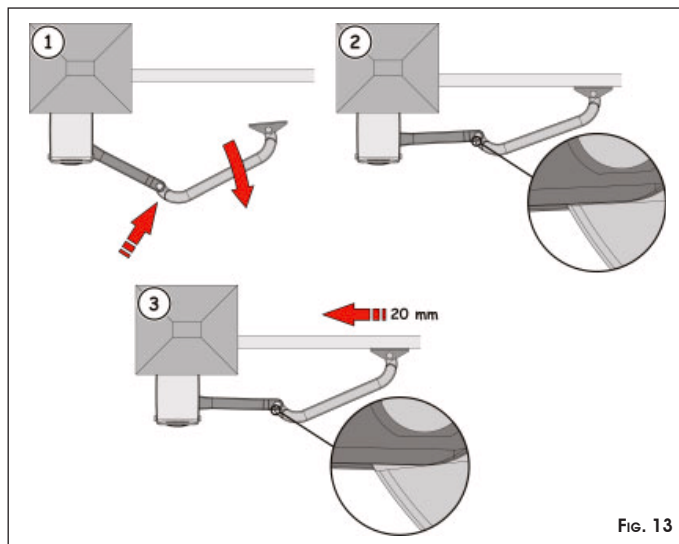

Fig. 13
- ⑧ Allineare i bracci appena assemblati spingendo nella zona centrale sino al loro arresto, vedi Fig.13 rif.①.
- ⑨ Appoggiare la staffa anteriore all'anta, Fig.13 rif.②.
- ⑩ Arretrare di circa 20 mm la staffa anteriore e segnare i fori di fissaggio, Fig.13 rif.③.
- ⑪ Fissare la staffa nella posizione determinata utilizzando due viti M8.
- ⑫ Muovere manualmente l'anta e verificare che con l'anta in posizione di chiusura i due bracci non urtino tra di loro, come indicato in Fig.13 rif.②.
- ⑬ Riportare l'operatore nella posizione di lavoro, vedi paragrafo 7.